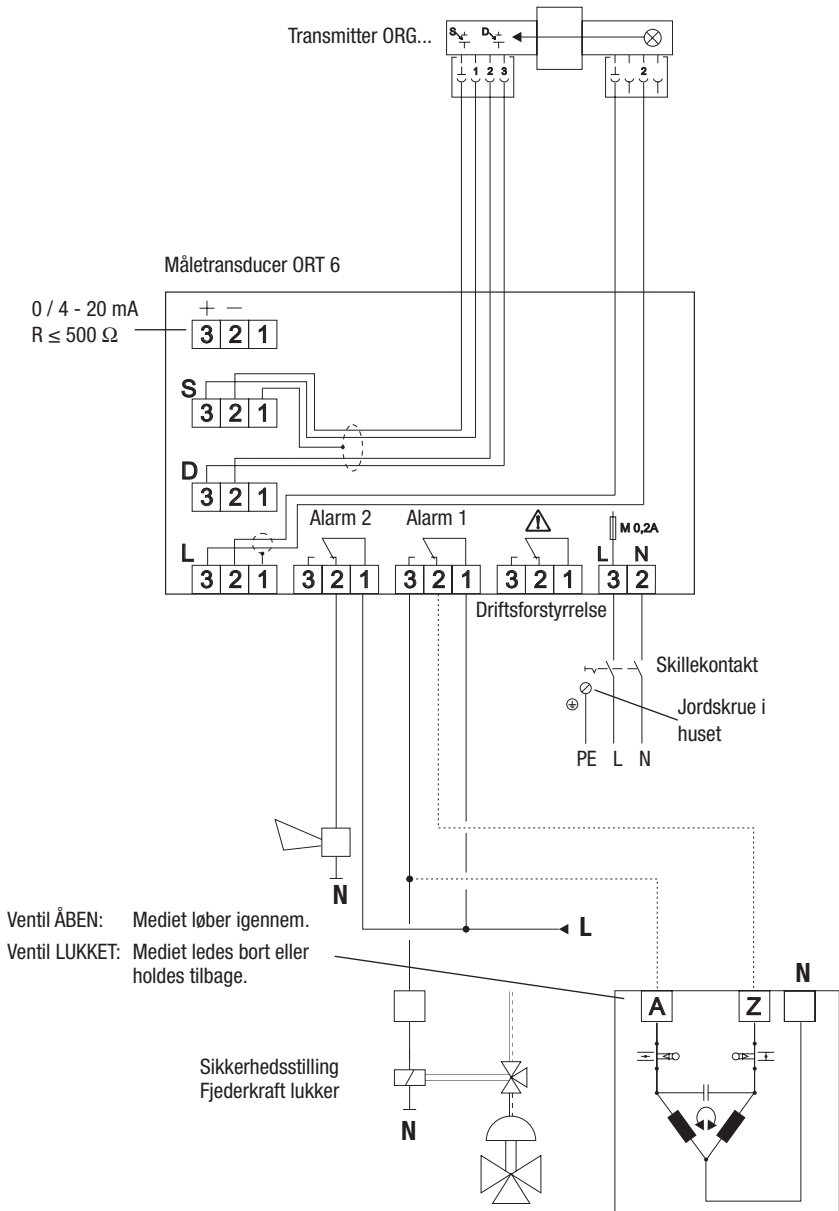
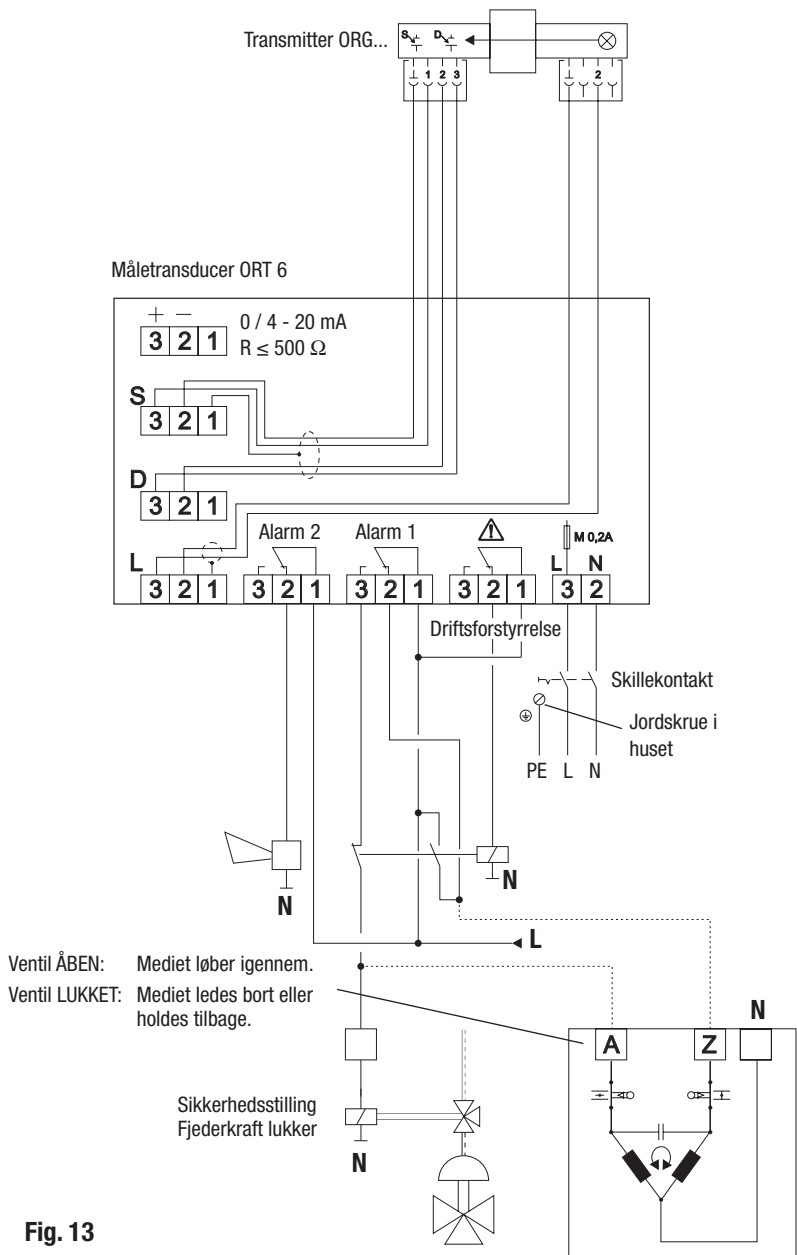

Fig. 12
Fig. 13
6. Før kablet gennem kabelforskrningen 34 og stikkets overdel 29 og belæg klemmerne på tilslutningspladen 30 iht. el-diagrammet **fig. 12 og 13**.
I overensstemmelse med el-diagrammet **fig. 12** kan driftsforstyrrelsen imidlertid indgå i aktiveringen af trevejs-omskifterventilen.
Endvidere kan ventiler med enfaset vekselstrømsmotor, effekt maks. 50 VA (se el-diagram **fig.12** eller **fig. 13**) tilkobles direkte. Ved trefasedrev skal der kobles et venderelæ imellem.